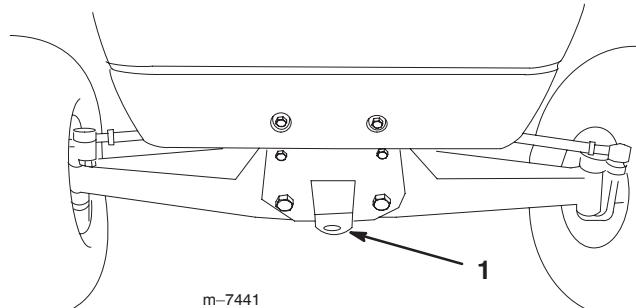

Bild 22
2. Befestigen Sie ein Schleppkabel an der Lasche am vorderen Chassissteil (Bild 22).